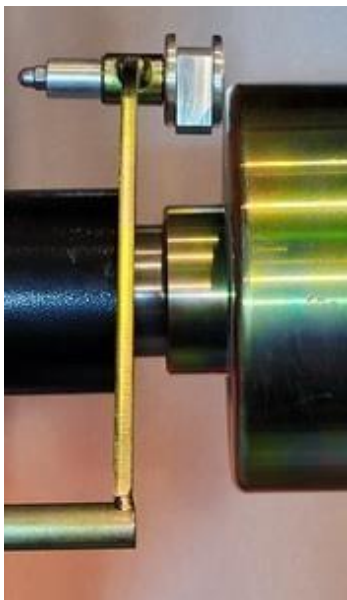

Рис. 22.1.
22.1.1. Калибровка тракта измерения дистанции. Для оценки погрешности устройства ввода дистанции выдвиньте штангу ввода параметров и уприте наконечник рукоятки в задний торец фланца вала (рис. 22.1). При этом на экране ввода геометрических параметров (рис.11.3) появится величина дистанции. Если величина дистанции не равна 125 ± 5 мм, то устройство ввода дистанции требует калибровки.